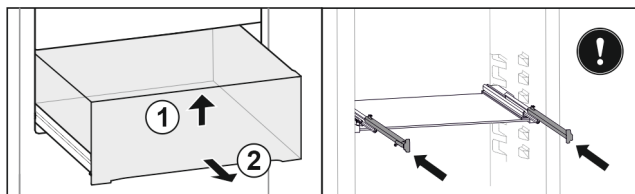

Fig. 22
- Løft skuffen foran. Fig. 22 (1)
- Ta ut skuffen framover. Fig. 22 (2)